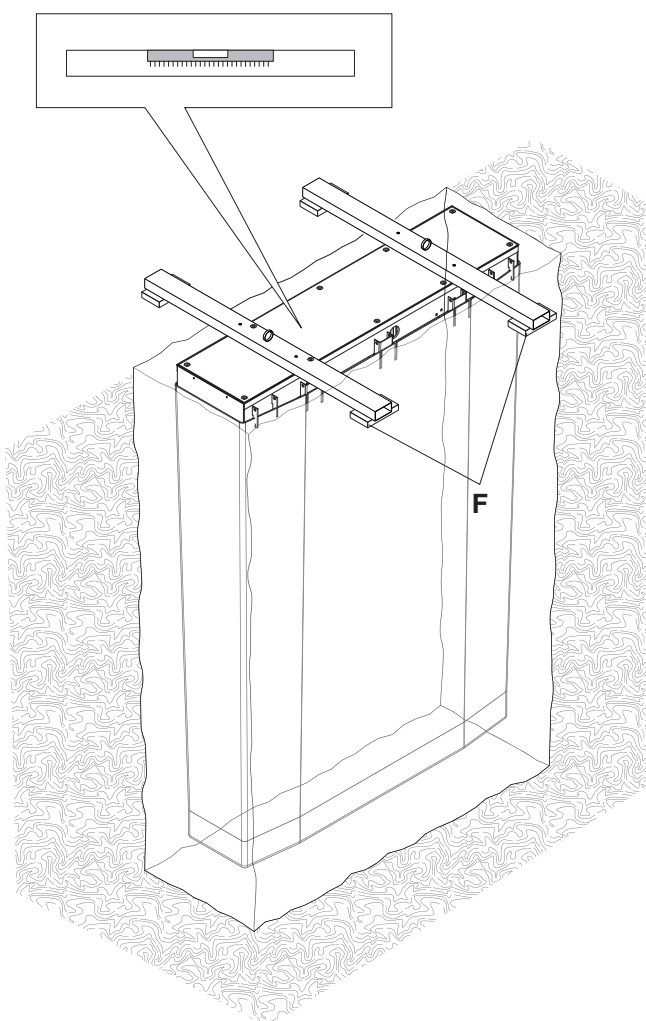

Fig. 6
- Inserire il gruppo telaio posizionandolo a livello (**fig. 6**). Se necessario interporre degli spessori (**F**) sotto alle barre di installazione.
- Insert frame unit and set it flat (**fig. 6**). If necessary, set shims (**F**) under installation bars.
- Die Rahmeneinheit einfügen und nivellieren (**Abb. 6**). Falls erforderlich Passstücke (**F**) unter den Einbaustangen einfügen.
- Introduire le groupe cadre dans la tranchée et le positionner de niveau (**fig. 6**). Si nécessaire ajouter des cales (**F**) sous les barres d'installation.
- Introducir el grupo bastidor y nivelarlo (**fig. 6**). Si fuera necesario, colocar algunos espesores (**F**) debajo de las barras de instalación.